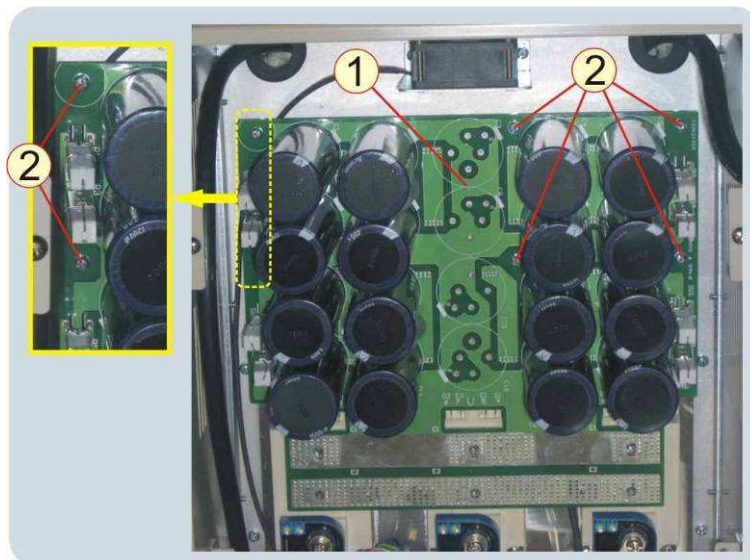

Рисунок 7.32
7.12.1 Взять плату конденсаторов 1, установить плату в корпус ПЧ на стойки. Совместить центры отверстий в плате, стойках и контактах IGBT модулей. Вкрутить шесть винтов 2 (рисунок 7.32).